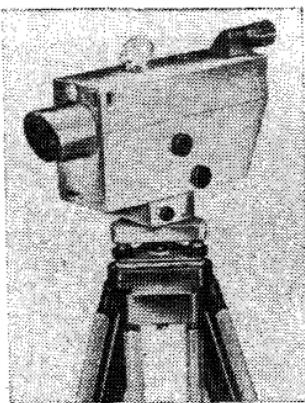

Рис. 14. Нивелир Н1 002
**3.7.** Нивелир Ni 002 (рис. 14) предназначен для производства нивелирования 1-го класса, может использоваться при наблюдениях за осадками и деформациями зданий и сооружений, при определении смещения земной коры, при высокоточном монтаже оборудования.